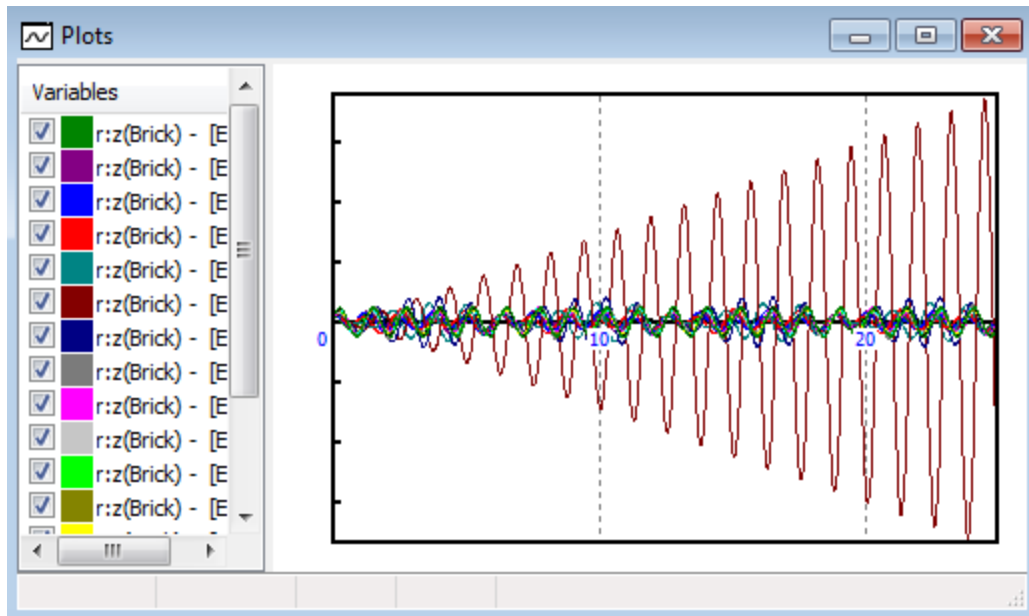

图 2.17 受迫振动
3. 全选 16 个工况，并将 **r:z(Brick)** 变量拖入绘图窗口，如图 2.17 所示。